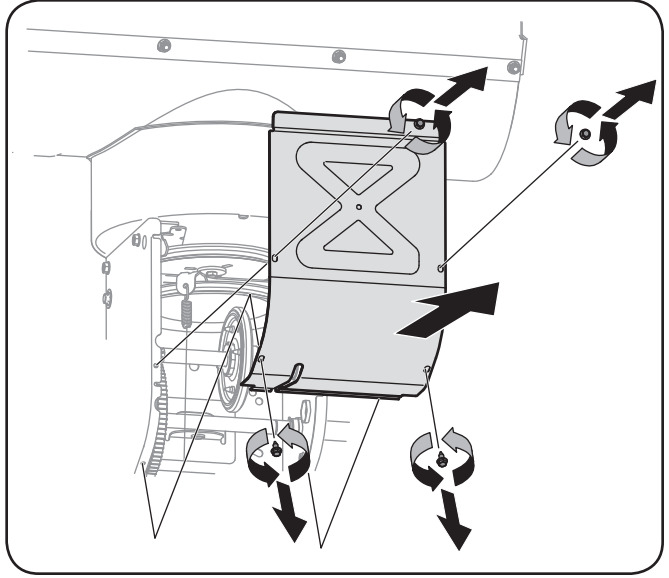

Figure 6-3
3. Enlevez le couvre-châssis en enlevant les deux vis auto-taradeuses qui le maintient. Voir la Fig. 6-3.